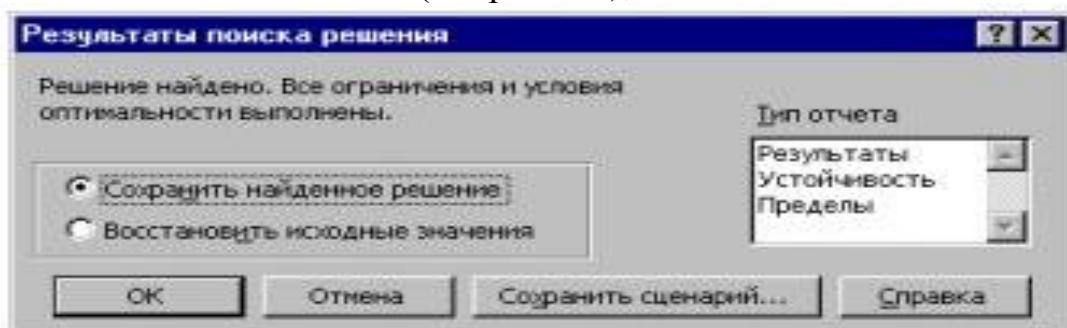

Рис. 10.
35. В появившемся диалоговом окне «Результаты поиска решения» установите курсор на переключатель «Восстановить исходные значения» и щелкните левой клавишей мыши (см. рис. 10.);